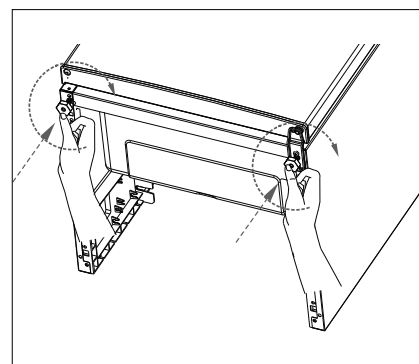

Fig. 13
- ▶ Drej begge apparatfødder (7) ind i urets retning (fig. 13).